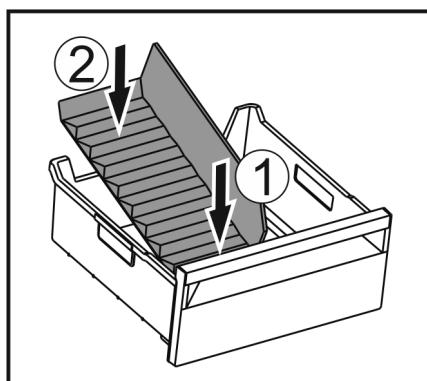

Fig. 145
- ▶ Вставити передню частину перегородки відділення для льоду. Fig. 145 (1)
- ▶ Опустити задню частину перегородки відділення до dna ящика для кубиків льоду. Fig. 145 (2)